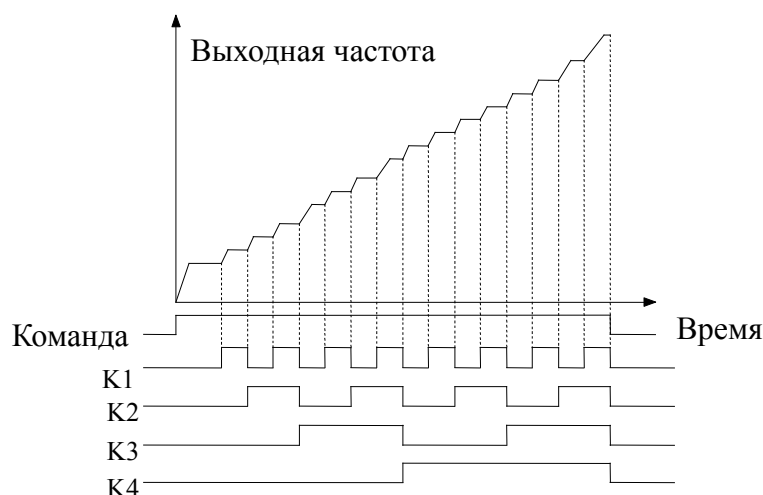

Рис. 6-16 Многоступенчатая скорость работы
**Например:** Определение клемм X1, X2, X3 и X4 выполняется следующим образом: после установки A6.00 = 27, A6.01 = 28, A6.03 = 30, клеммы X1-X4 могут использоваться в многоскоростной операции, как показано на рис. 6-16.